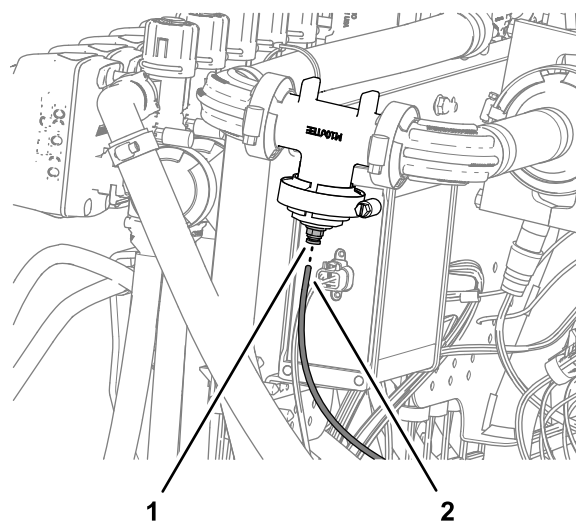

Figura 136
1. Allineate l'estremità del tubo di rilevamento della pressione (in plastica) per il manometro del cruscotto al collare di sicurezza per l'accoppiatore del tubo (Figura 136).
2. Inserite il tubo di rilevamento nel collare di sicurezza fino a quando non è completamente in sede (Figura 136).